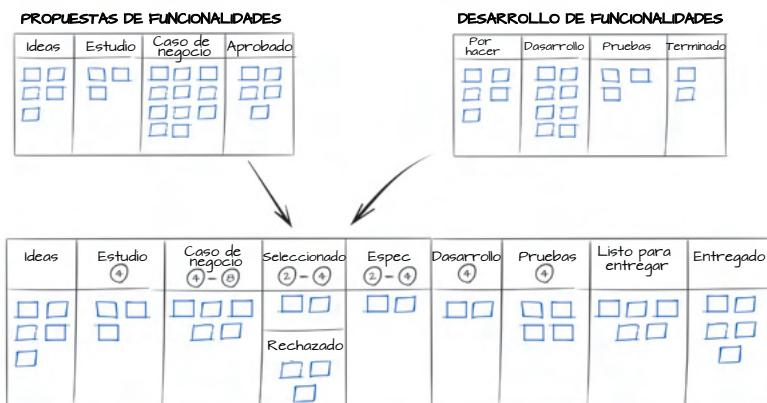

Figure 16 Ejemplo de crecimiento a lo ancho. Este tablero también muestra el uso de los min y max de los límites WiP.
*Crecimiento a lo ancho* Abarcar un alcance más amplio del ciclo de vida de los elementos de trabajo expandiendo el flujo de trabajo de principio-a-fin tanto aguas arriba como aguas abajo (ver Fig 16). Por ejemplo, si el servicio original modela solo el proceso del equipo de desarrollo, explorar qué pasa antes de que los elementos entren en desarrollo y después de que salgan como “terminados”. Un alcance más amplio para el proceso revela más áreas potenciales para mejorar el servicio a los clientes de manera efectiva.